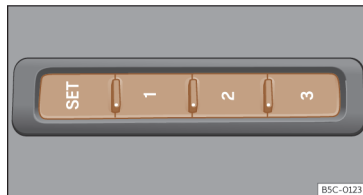

Fig. 89 No lado exterior do banco do condutor: botões de memória
- Pressione o botão **SET** durante mais de 1 segundo >>> **Fig. 89.**